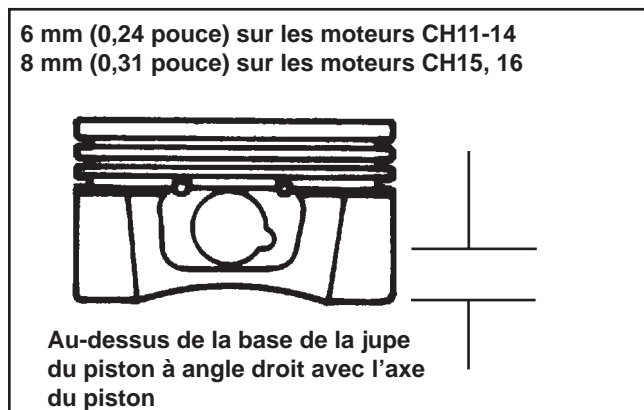

Figure 10-2. Mesure du diamètre du piston.
1. Avec un micromètre, mesurer le diamètre du piston de manière perpendiculaire à l'axe du piston et vers le haut depuis le bas de la jupe du piston, comme indiqué dans la figure 10-2, selon modèle concerné.